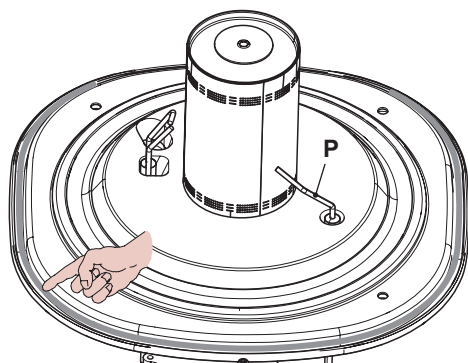

Figura 9.13
- La junta de silicona de la pared frontal de la cámara de combustión Figura 9.13 debe cambiarse si está deteriorada, y en cualquier caso obligatoriamente cada 2 años.
- El electrodo de detección P en la Figura 9.13 funciona también como sensor para la descarga correcta del condensado. Si este electrodo entra en contacto con agua de condensación contenida en la cámara de combustión, pone la caldera en bloqueo de seguridad. Por lo tanto, si se percibe que el aislamiento está mojado o deteriorado, es necesario sustituirlo.